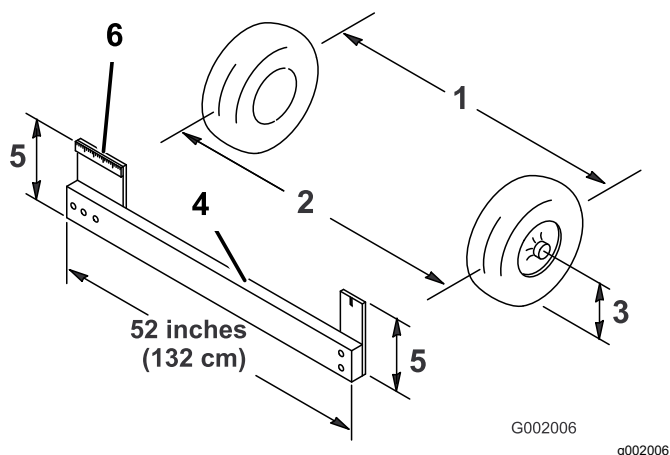

图 50
4. 以轮轴的高度为标准分别测出两个前轮的轮前距离和轮后距离 图 50。
注意 要测量轮轴高度的前轮轮后距离需要使用夹具或定位仪。使用相同的夹具或定位仪还可以以轮轴高度为标准准确测量前轮的轮前距离 图 50。